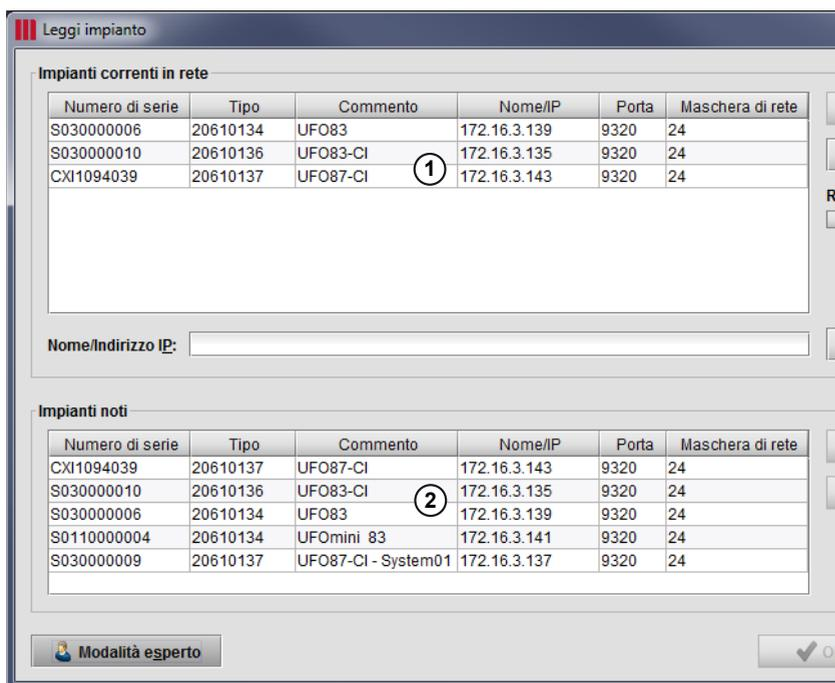
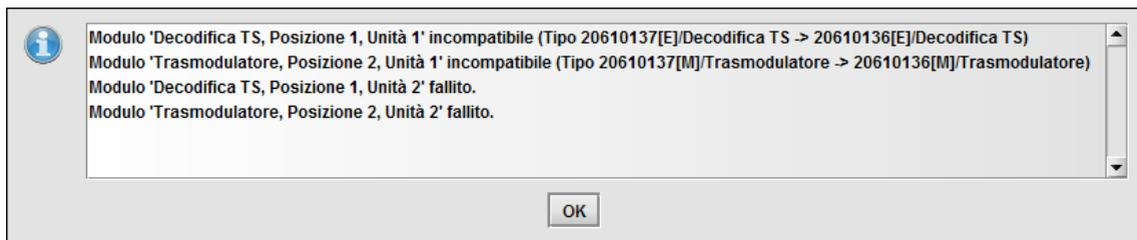

Fig. 10: Finestra **Leggi impianto**
Fig. 11: informazioni sui moduli dopo l'invio della configurazione attuale a un impianto online
- ① Apre la finestra **Leggi impianto** (Fig. 10, pag. 28).
Il doppio clic su un impianto attualmente trovato nell'elenco① (Fig. 10) o su un impianto noto nell'elenco② permette di leggere la configurazione dell'impianto online1) e di visualizzarne graficamente i componenti sull'interfaccia utente. La configurazione dei componenti può a questo punto essere modificata.
- ② Apre la finestra **Invia impianto** (Fig. 10, pag. 28). La voce di menu è disponibile solo se in precedenza è stato aperto un file di configurazione o è stata creata una nuova configurazione.
Il doppio clic su un impianto attualmente trovato nell'elenco① (Fig. 10) o su un impianto noto nell'elenco② permette di inviare la configurazione attuale a tale impianto (online)1). A essere inviati sono solo i dati dei moduli che concordano con l'impianto. Successivamente viene visualizzata una finestra di dialogo con le seguenti informazioni sui moduli (Fig. 11, pag. 28):
- ③ **Crea unità base**: crea l'unità di base (master), se non è aperta nessuna configurazione.
- ④ Elenco degli ultimi impianti online letti.
1) Comando alternativo: selezionare un impianto dell'elenco① o② (Fig. 10) e avviare il processo con **OK**.